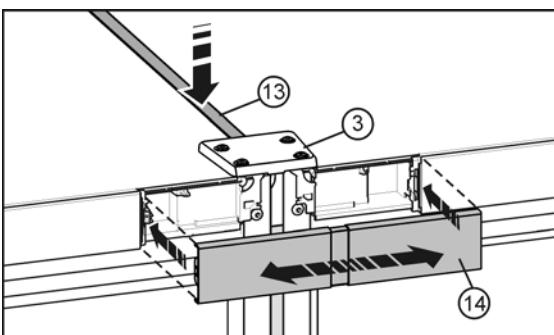

Fig. 10
- 在表面，將短護板條 Fig. 10 (13)壓入縫隙中。護板條必須與前邊緣上連接架 Fig. 10 (3)平整連接。
- 將蓋板 Fig. 10(14)卡緊在兩塊操作板中間空位處。注意，蓋板外側必須與操作板平整連接。因此，蓋板可拉出。